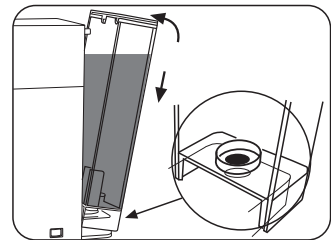

Abb.3
- Den Behälter schräg auf das Wasservertil stellen und wieder einsetzen. Das Oberteil des Gerätes drücken, bis es einrastet. Um zu vermeiden, dass Wasser austreten kann, kontrollieren Sie bitte, ob der Behälter fest sitzt. **(Abb.3)**